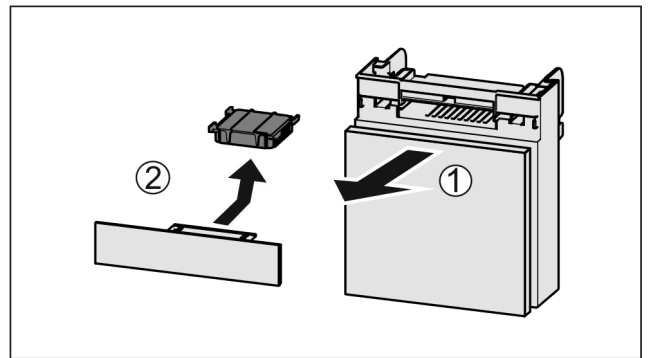

Fig. 88
- Trekk ut Fig. 88 (1) hyllen fremover.
- Ta ut Fig. 88 (2) aktivkullfilteret.